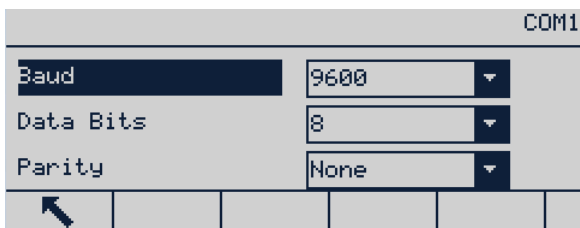

Figure B-26 : Écran de configuration du COM1
6. Accédez à Communication | COM1 et vérifiez que les paramètres de communication de l'imprimante GT800 sont tels que présentés sur la Figure B-26.